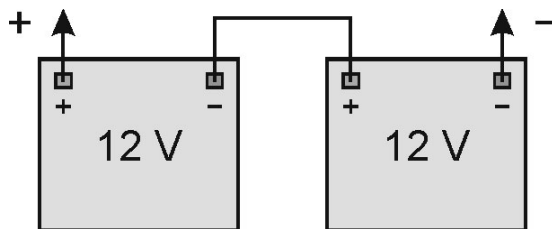

Рисунок 10 Схема подключения АКБ
- подключите новые аккумуляторные батареи в соответствии со схемой, которая приведена на рис. 10 ("плюс" – красный провод, "минус" - черный).